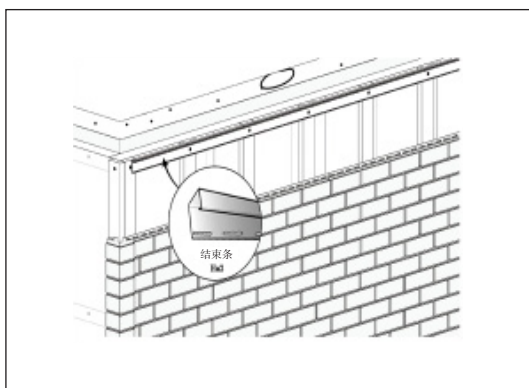

图10 安装结束条
- 4.14 最后一行板的安装 (见图 12): 按实际尺寸来切割墙板, 完成没有覆盖部分的挂板安装, 同时将墙板伸到结束条内 (见图 10、11), 固定住墙板。